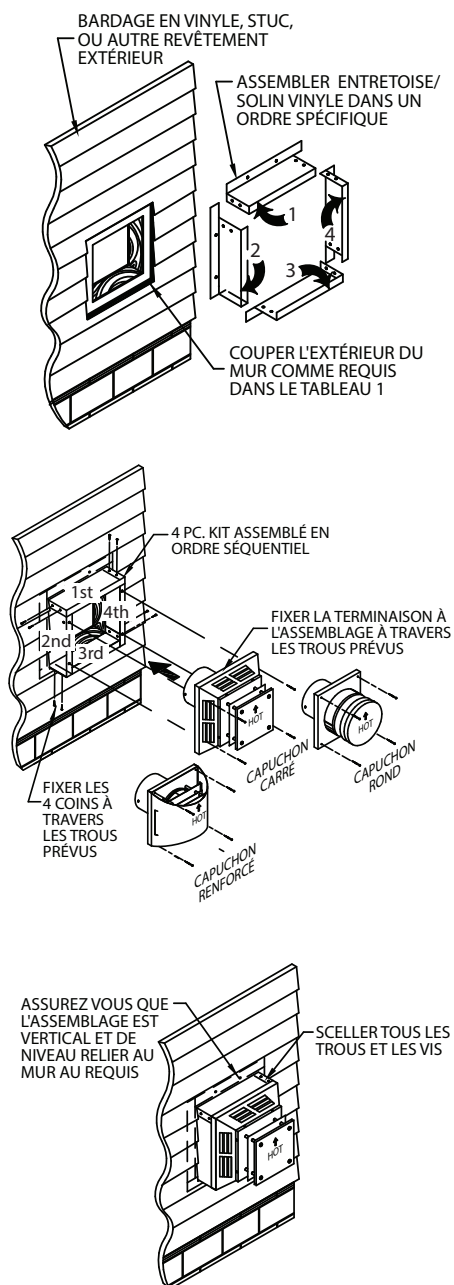

Figure 12
- Assembler, sans les serrer, les quatre pièces, dans l'ordre, autour de l'ouverture dans le parement de vinyle. Poser la première des 4 pièces le long du bord supérieur de l'ouverture dans le parement de vinyle. En allant dans le sens antihoraire, poser le côté gauche, la pièce inférieure, puis le côté droit autour de l'ouverture dans le parement de vinyle. Se reporter à la **Figure 12**.
- Poser le chapeau horizontal contre l'entretoise. Aligner les trous du chapeau et ceux de l'entretoise et fixer à l'aide des (4) longues vis fournies avec le chapeau..
Centrer le contre-solin sur le mur autour de l'ouverture encadrée. Le fixer au mur à l'aide des vis fournies ou autre attache nécessaire selon le matériau du mur. Raccorder le chapeau horizontal au contre-solin en alignant les trous de l'un avec les trous de l'autre. Les fixer à l'aide des (4) longues vis fournies avec le chapeau. (**Fig. 12**).